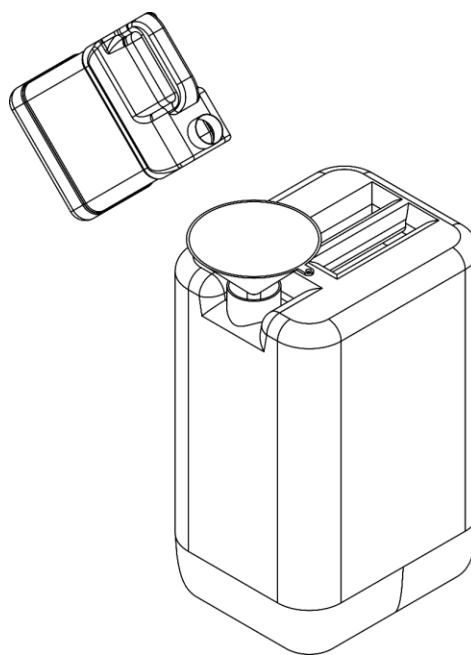

Fig. 17
- 05) Utilizzare un imbuto per versare il liquido per nebbia dal serbatoio nella tanica originale del liquido per nebbia, come mostrato nella Fig. 17.